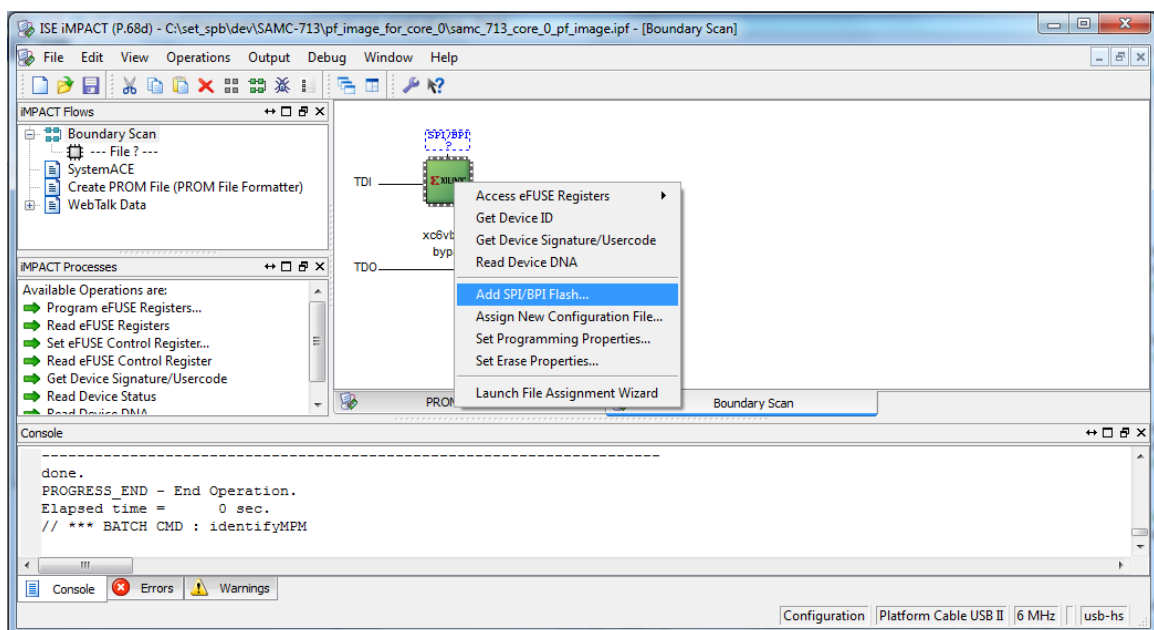

Рисунок A-16: Свойства программируемого FPGA устройства в Xilinx IMPACT
19. В открывшемся окне (рисунок A-16) наведите указатель мыши на изображение идентифицированного через JTAG интерфейс FPGA устройства, нажатием правой кнопки мыши вызовите всплывающее меню и выберите пункт меню «Add SPI/BPI Flash...».